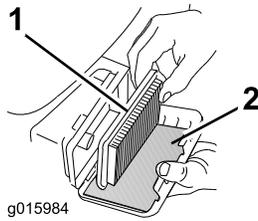

Figura 25
3. Retire o elemento de papel do filtro de ar e o filtro prévio de esponja (Figura 25).